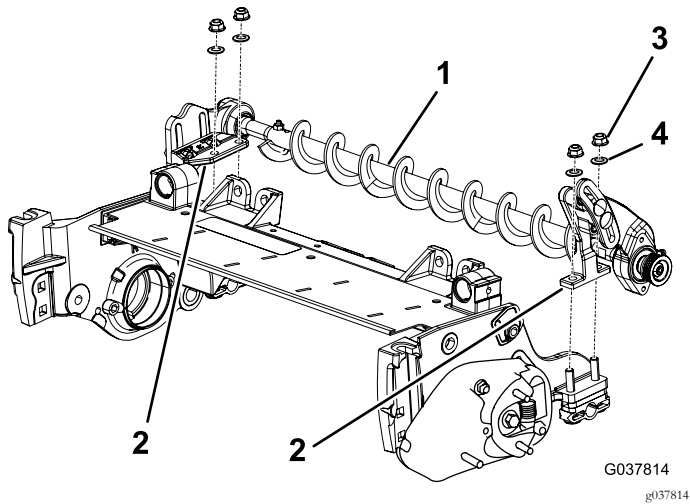

Figura 5
1. Coloque os suportes de montagem do conjunto da escova do rolo nos parafusos de suporte do rolo (Figura 5).